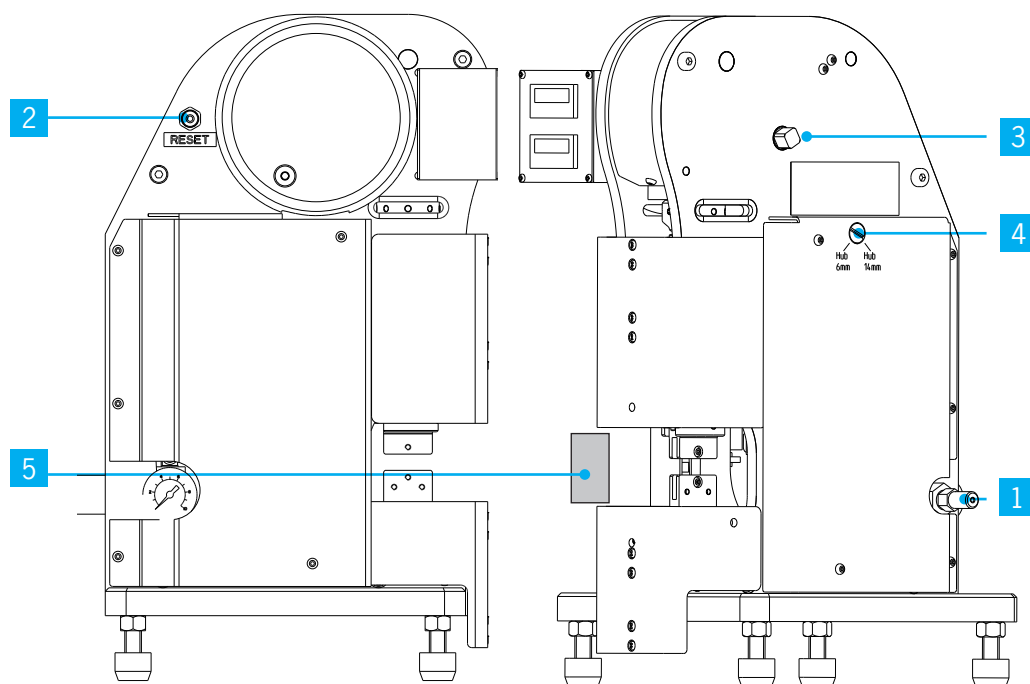

Abb. 3
- der eingestellte Arbeitshub ist an der Stellung der Schwenkwelle Abb. 3/4 sowie am Abstand zwischen dem Crimpeinsatz zu erkennen
- Luftzufuhr mittels Absperrventil Abb.3/1 unterbrechen, Maschine von Druckluft trennen, Absperrventil wieder öffnen
- die Maschine über den RESET-Taster Abb.3/2 entlüften, dabei schließt sich der Sicherheitschutz automatisch
- mit einem Maulschlüssel den Vierkant der Gegenlage Abb.3/3 gegen den Uhrzeigersinn drehen, bis sich der Crimpeinsatz berührt
- mit Schraubendreher Schwenkwelle gegen Federdruck eindrücken und schwenken bis zum Anschlag gemäß der Kennzeichnung Abb.3/4.
- Einstellhilfe zwischen Schutzober- und -unterteil stellen, so dass im drucklosen Zustand ein Zusammenfahren des Sicherheitsschutzes vermieden wird Abb.3/5
- mit Maulschlüssel SW 12 Gegenlage Abb.3/3 gegen den Uhrzeigersinn drehen, bis der Crimpeinsatz (druckfrei) geschlossen ist
- Prüfung der Passgenauigkeit von Ober- und Unterteil durch Schließen des Crimpeinsatzes; durch Drehen der Gegenlage Abb.3/3 mit Maulschlüssel SW 12
- Einstellhilfe entnehmen Abb.3/5; der Schutz schließt selbstständig
- Absperrventil schließen, Druckluft anschließen, Absperrventil wieder öffnen Abb.3/1
- Einstellhilfe zwischen Schutzoberteil und Schutzunterteil stellen, so dass im drucklosen Zustand ein Zusammenfahren des Sicherheitsschutzes vermieden wird Abb.3/5
- Entlüften der Maschine durch Betätigen RESET Abb.3/2
- Prüfung der Parallelität von Ober- und Unterteil durch Schließen des Crimpeinsatzes, dazu mit einem Maulschlüssel den Vierkant der Gegenlage Abb.3/3 gegen den Uhrzeigersinn drehen, bis sich Ober- und Unterteil berühren können
- Maulschlüssel SW 12 von der Gegenlage Abb.3/3 entfernen
- Einstellhilfe entnehmen Abb.3/5
- Luftzufuhr mittels Absperrventil Abb.3/1 unterbrechen; Druckluftzufuhr trennen und Absperrventil wieder öffnen
- Innensechskantschlüssel entfernen und Einstellhilfe Abb.3/5 entnehmen
- Absperrventil öffnen Abb.3/1